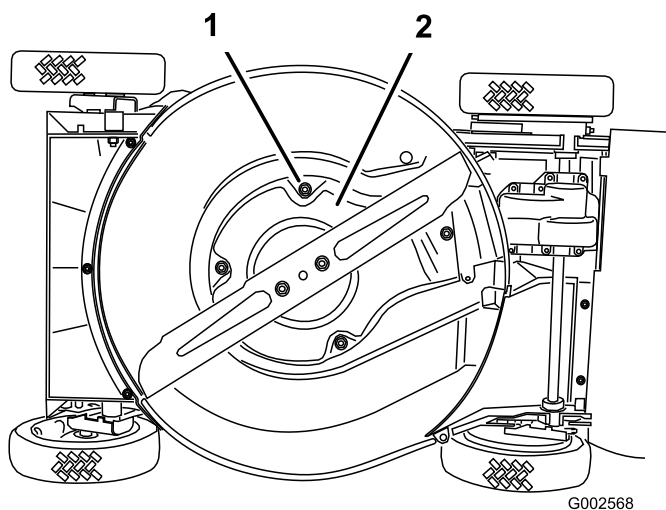

Bild 36
6. Entfernen Sie die vier Schrauben, mit denen die Abdeckung befestigt ist (Bild 36).